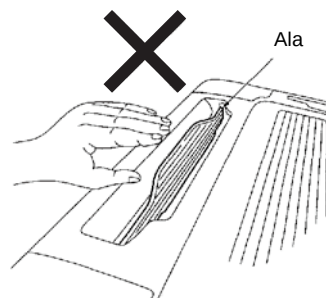

Fig. 9-17
- No toque la aleta ni la fuerce. (Fig. 9-17)